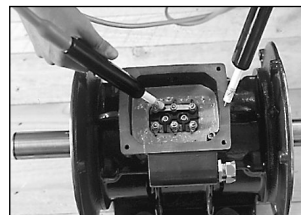

FIG. 7
b) Controllare l'isolamento del motore verso massa, utilizzando una prova rigidità alla tensione di 2.0 kV per 5 secondi (fig.7). Qualora vengano riscontrate anomalie contattare subito la O.M.B.
- the motor insulation towards ground, by using a rigidity proof at 2.0 kV tension for 5 seconds (fig. 7).
- Überprüfen Sie die Isolation der elektrischen Wicklung gegen Masse, mit einer Prüfung auf Durchschlagsfestigkeit bei 2kV während 5 Sekunden (Bild 7)